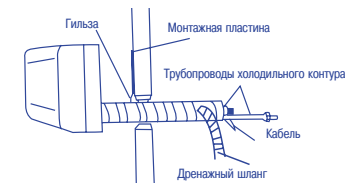

Рис. 11
- 2) Соберите кабель, дренажный шланг, трубопроводы в жгут и оберните его белой липкой лентой. Аккуратно согните трубопроводы и осторожно проденьте жгут через отверстие в стене (рис. 11).